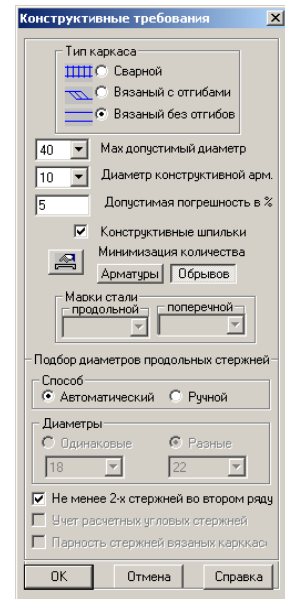

Рис.7.1.2. Окно диалога **Конструктивные требования**
- В окне диалога **Конструктивные требования** (рис. 7.1.2) выполните следующие действия: